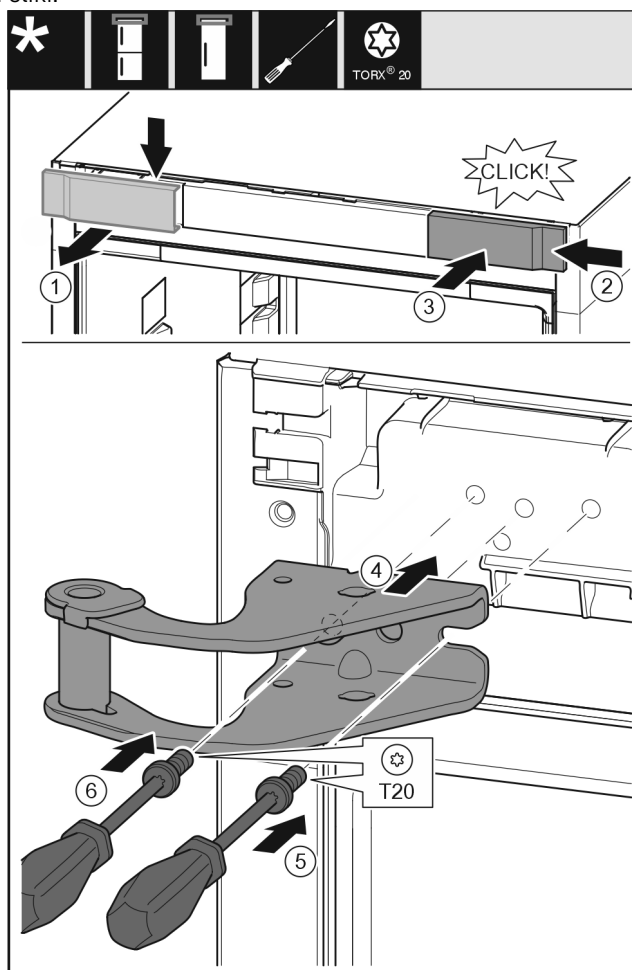

Fig. 31
- ▶ Pokrov snemite od zgoraj v smeri naprej. Fig. 31 (1)
- ▶ Pokrov, obrnjen za 180°, namestite na drugi strani desne strani. Fig. 31 (2)
- ▶ Zatakните pokrov. Fig. 31 (3)
- ▶ Pristavite zgornji ležajni podstavek. Fig. 31 (4)
- ▶ Vijak vstavite z izvijačem T20 in ga zategnite. Fig. 31 (5)
- ▶ Vijak vstavite z izvijačem T20 in ga zategnite. Fig. 31 (6)